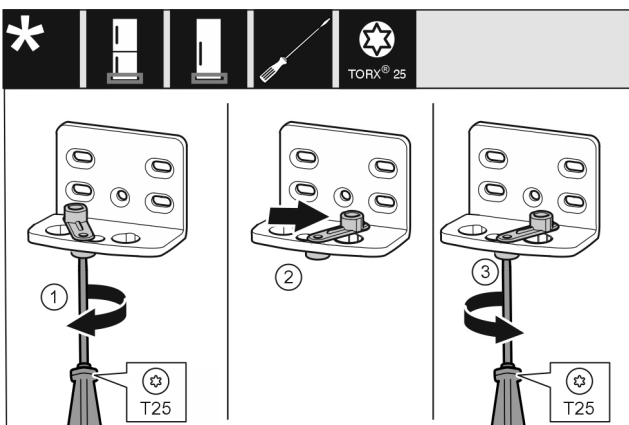

Fig. 14
- ▶ С отвертка завийте хлабаво винта Fig. 14 (1).
- ▶ Повдигнете помощното приспособление за затваряне Fig. 14 (2) на вратата и го завийте в отвора с 90° надясно.
- ▶ С отвертка затегнете винта Fig. 14 (3).